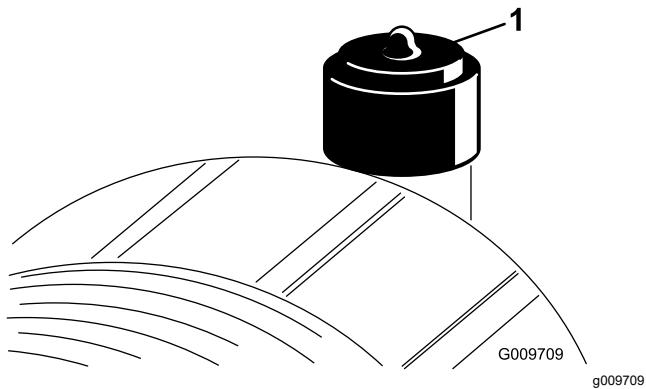

Рисунок 39
Фильтр воздухоочистителя следует обслуживать только при соответствующих показаниях индикатора необходимости технического обслуживания (Рисунок 39). Замена воздушного фильтра без необходимости ведет лишь к повышению вероятности попадания грязи в двигатель при извлечении фильтра.
2. Сбросьте индикатор (Рисунок 39), если он стал красным.